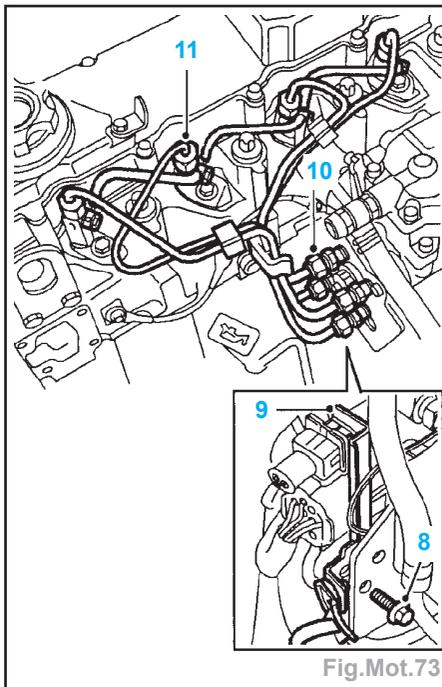

Fig.Mot.73
- Dégager le faisceau du capteur de levée d'aiguille d'injecteur (5) du support de la pompe d'injection.
- Enlever les vis de raccord banjo de flexible de retour de fuite et jeter les rondelles d'étanchéité (6).
- Dégager les attaches (7) maintenant les tuyaux d'injecteur.
- Enlever le boulon (8) maintenant le support de la fiche multibroches sur le support de soutien de la pompe d'injection (Fig.Mot.73).